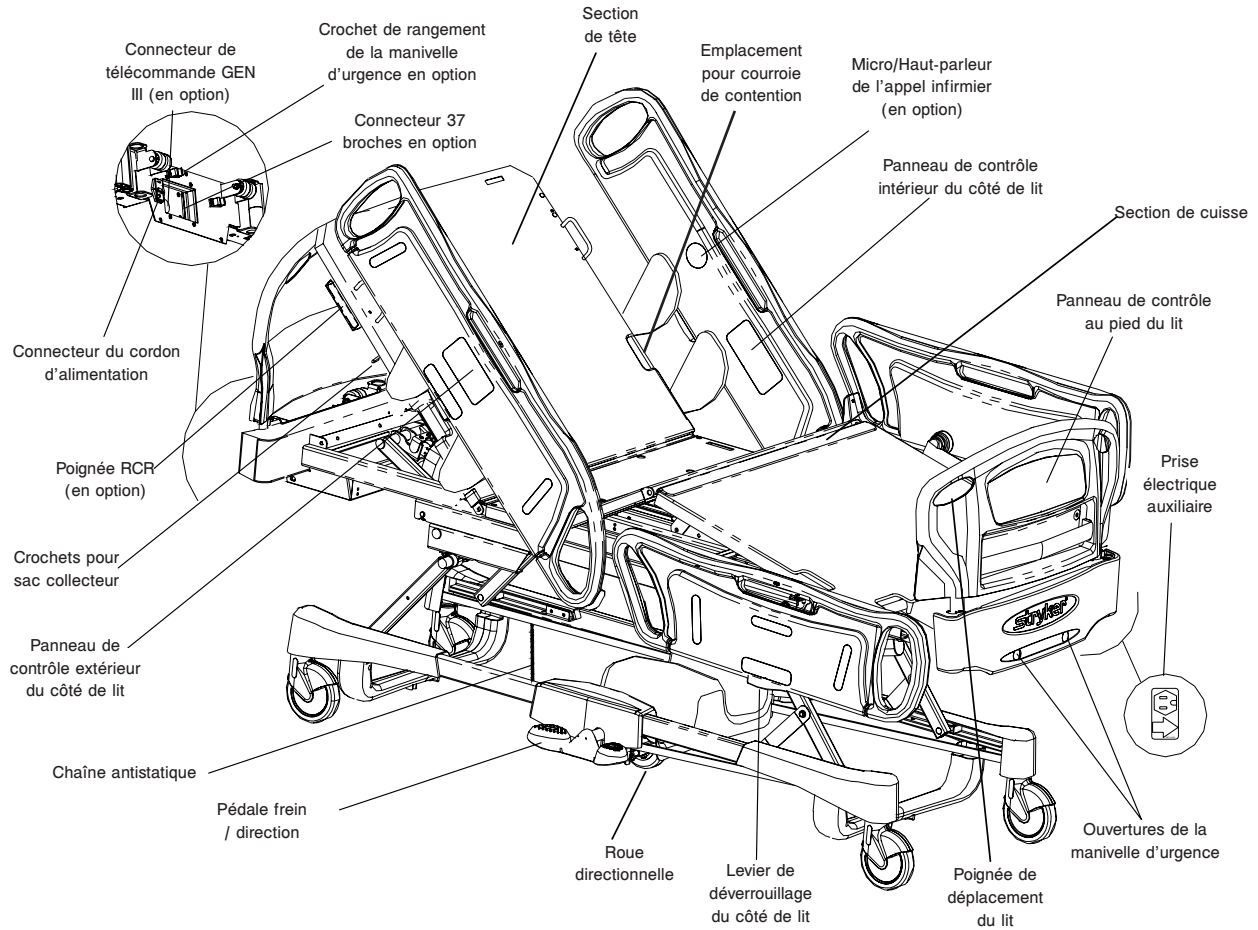

Figure 1.9
- S'assurer que la chaîne antistatique est bien en place, qu'elle est intacte et qu'elle touche le sol (voir Figure 1.9, page 10).